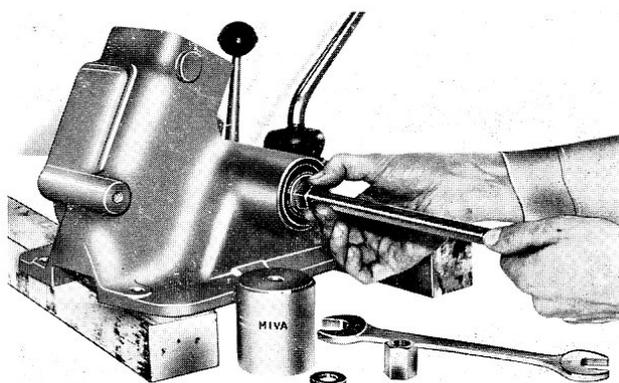

Fig. 3
- 1° Au moyen de l'extracteur MIVA, extraire les deux bagues et le joint d'étanchéité (fig. 3 et 4) comme suit :